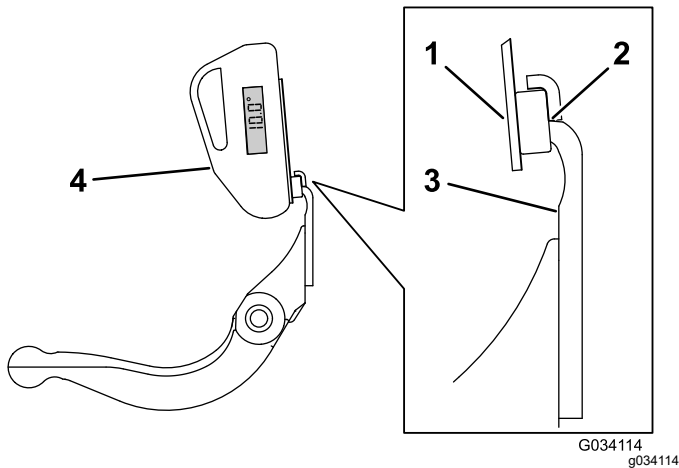

Figura 31
3. Posizionate il supporto del goniometro sul bordo della controlama, in modo che il bordo del magnete corrisponda a quello della controlama (Figura 31).
4. Posizionate il goniometro sul supporto, come illustrato nella Figura 31.